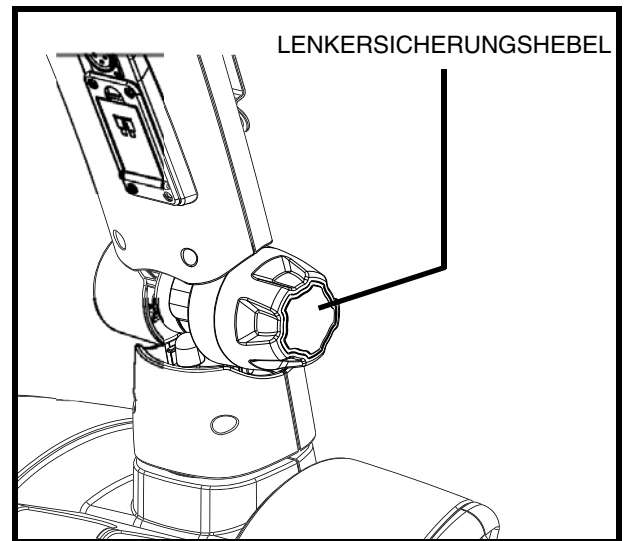

Abb. 18. Einstellung des Lenkers
1. Während Sie den Lenker festhalten, drehen Sie den Lenkersicherungshebel im Uhrzeigersinn, um den Lenker zu lösen. **Siehe Abb. 18.**